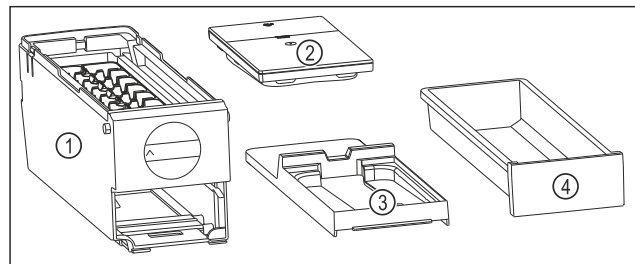

Fig. 78 Bestanddelen van de EasyTwist-Ice
- ▶ EasyTwist-Ice is in vier delen gedemonteerd. (zie Fig. 78)
- ▶ EasyTwist-Ice alleen in afgebeelde bestanddelen demonteren. (zie Fig. 78)
- ▶ EasyTwist-Ice-corpus Fig. 78 (1) als geheel reinigen.